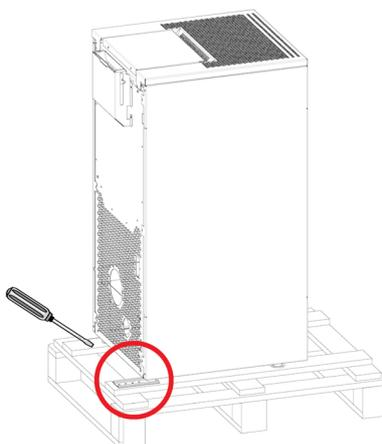

Fig. 1 - Retrait des étriers
- Retirer les étriers qui bloquent les pieds du poêle (voir **Fig. 1**). Procéder ensuite à l'enlèvement du poêle de la palette en faisant